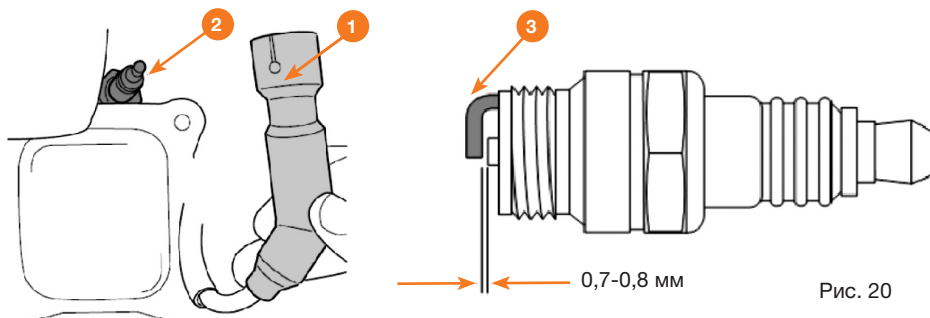

Рис. 20
**Для проверки свечи зажигания сделайте следующее (Рис. 20):**